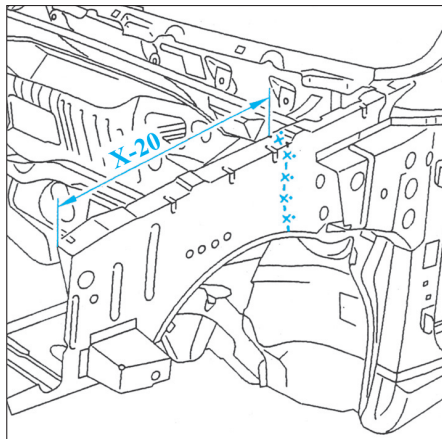

FIG. 5
- Tracer puis découper à l'aide d'une meule épaisseur 1 mm (coupe provisoire) (Fig.5).